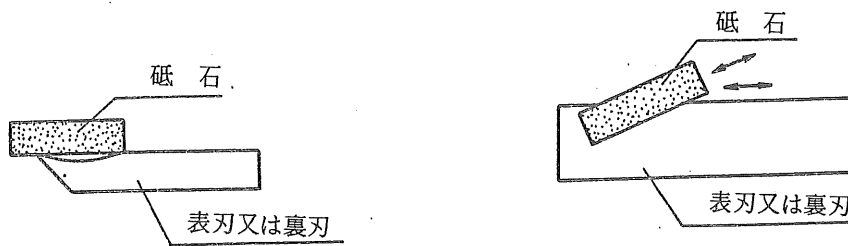

図1
- 表刃と裏刃を重ねたとき、刃先に口が開かないよう、正確に裏押しをして下さい。 図1